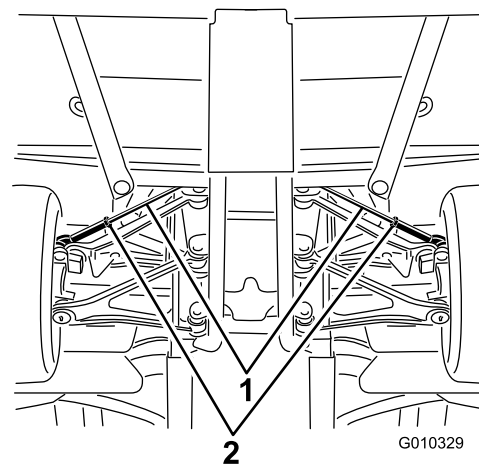

**Figura 55**
2. Misurate l'interasse (all'altezza dell'assale) sulla parte anteriore e posteriore dei pneumatici di sterzo (Figura 55). La misura rilevata deve essere di  $0 \pm 3$  mm tra la parte anteriore e la parte posteriore del pneumatico. Ruotate il pneumatico di  $90^\circ$  ed eseguite un'altra misurazione.